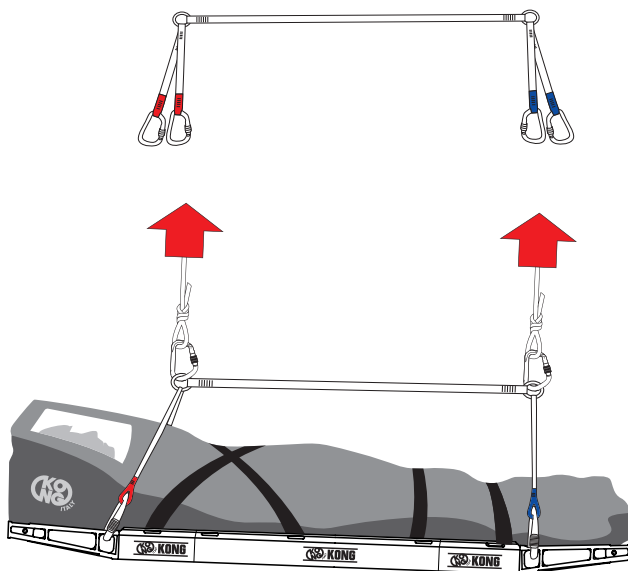

Fig. 4
- **Trasporto su teleferica e linee aeree (fig. 4)**